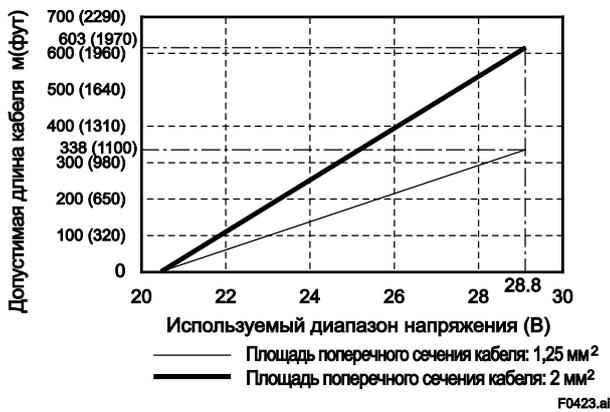

Рисунок 4.4.2 Напряжение питания и длина кабеля питания (расходомер интегрированного типа и вынесенный преобразователь AXW4A)
- Для версии с источником питания 24 В (код источника питания 2), напряжение 24 В (от -15% до +20%) является напряжением питания на клеммах преобразователя. Поскольку напряжение снижается из-за сопротивления кабеля, напряжение необходимо поддерживать в пределах, указанных на рис. 4.4.2.